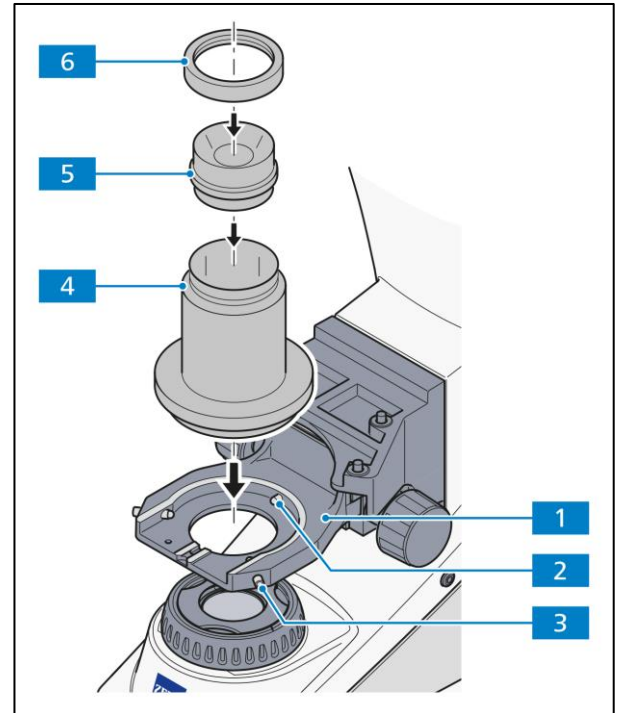

Abb. 3-14 Dunkelfeldkondensator anlegen
- Dunkelfeldkondensator (Abb. 3-14/65) in den Kondensorträger Z (Abb. 3-14/54) einsetzen und mit dem Befestigungsring (Abb. 3-14/67) fixieren.
- Kondensorträger Z (Abb. 3-14/45) gegen das Federhaus (Abb. 3-14/2) im Kondensorträger (Abb. 3-14/1) drücken.
- Beide Zentrierschrauben (Abb. 3-14/3) am Kondensorträger (Abb. 3-14/1) soweit anziehen, dass diese in die Ringschwalbe des Kondensorträgers Z (Abb. 3-14/45) eingreifen.